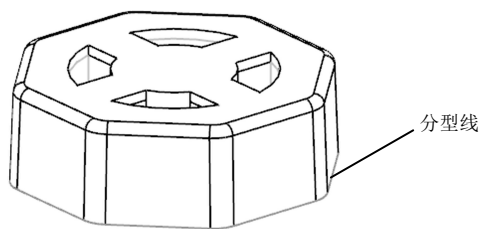

图3-17 创建区域及分型线
(28) 采用相同的方法，在其他3个扣位处创建拉伸曲面和有界平面。
(29) 在横向菜单中选取“注塑模向导”选项，再单击“编辑分型面与曲面补片”按钮，选中所有的拉伸曲面和有界平面。
(30) 单击“确定”按钮，所有的拉伸曲面和有界平面转化为分型面，颜色变为灰色。
(31) 单击“定义区域”按钮，在【定义区域】对话框中勾选“创建区域”、“创建分型线”复选框。
(32) 单击“确定”按钮，创建区域及分型线，分型线在零件的口部，呈灰白色，如图3-17所示。